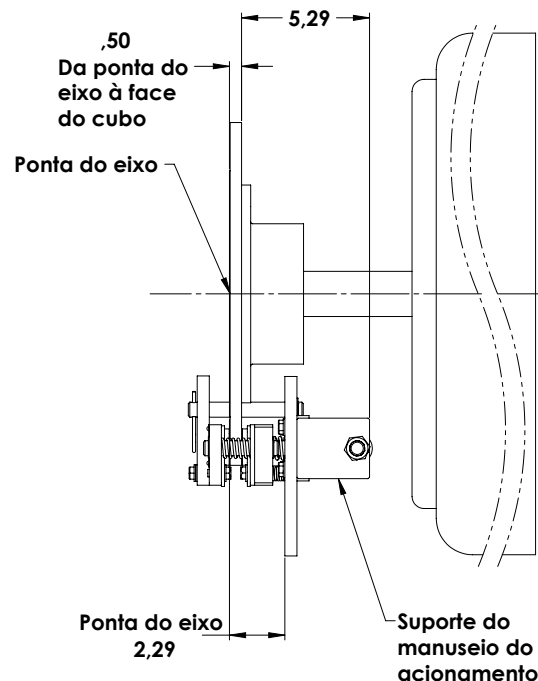

Figura 3
O sistema da Addax de freio para torre de resfriamento pode ser montado na posição de 90° ou 270°, assim como na posição de 180° (figura 3).
- b. Faça no mínimo quatro (4) orifícios; dois (2) na parte superior e dois (2) na parte inferior, com diâmetro de 0,66 pol para parafuso de 5/8-18. (figura 3).
**Nota:** NÃO use dois (2) orifícios consecutivos por linha.
- c. Cheque a montagem para garantir que a altura do freio em relação ao eixo do motor está correta (figura 3). A parte inferior das lonas do freio deve estar alinhada à parte inferior do rotor.
- d. Instale o freio na montagem usando no mínimo quatro (4) parafusos 5/8-18, com contraporcas e porcas.